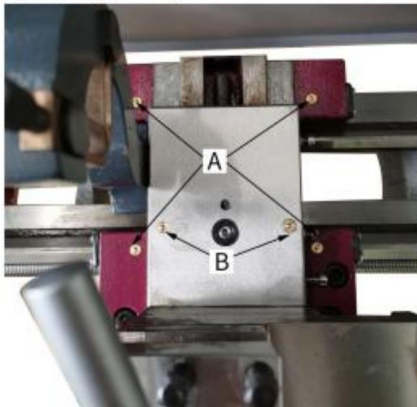

Abb. 36
2. Rändelschraube (B, Abb. 36) lösen und die Gleitfinger (C, Abb. 31) soweit öffnen, dass sich die Lünette mit ihrem Finger um das Werkstück bewegen lässt. Lünette in Position fixieren.
Vier Ölschlüsse (A, Abb. 36) einmal täglich mit 20W-Maschinenöl schmieren.
**Kreuzschlitzschraubendreher:** Schmieren Sie die beiden Ölschlüsse (B, Abb. 36) einmal täglich mit 20W-Maschinenöl.